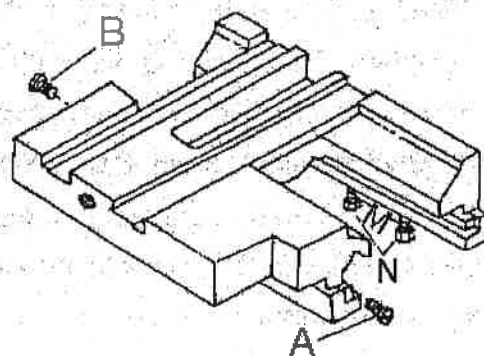

Abbildung 32
7.8.1. Bettschlitten Justierung Abb. 32